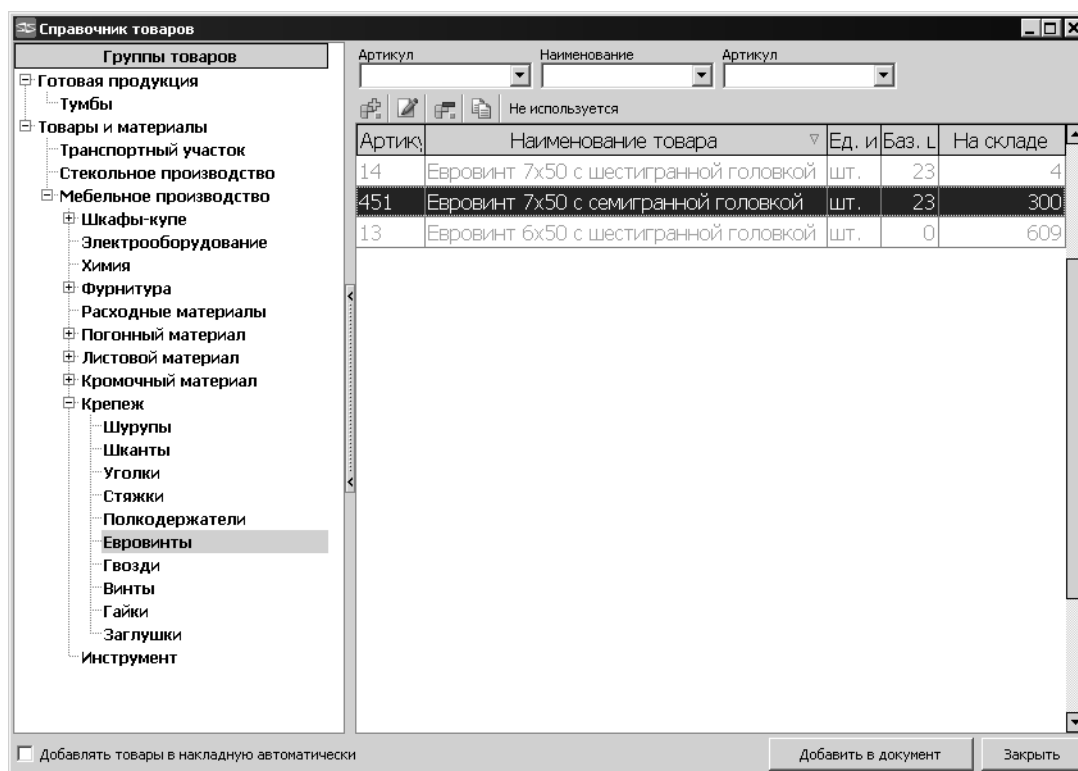

Рис. 32.27.
-  Чтобы добавить новый перемещаемый товар, нажмите кнопку **Добавить**. После нажатия кнопки на экране появится диалог **Справочник товаров** (рис. 32.27).